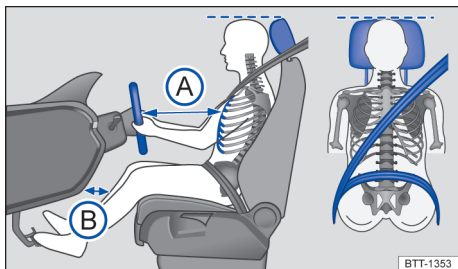

Fig. 27 Distância correta do condutor em relação ao volante, posição correta do cadarço do cinto de segurança e ajuste correto do apoio para cabeça.
- Ajustar o banco de modo que a distância entre o volante e o tórax tenha no mínimo 25 cm → Fig. 27 A e que o condutor possa segurar o volante pela borda externa com as duas mãos e os braços ligeiramente dobrados.
- Ajustar o banco do condutor na direção longitudinal de modo que os pedais possam ser acionados com as pernas ligeiramente arqueadas e a distância para o painel de instrumentos na área do joelho seja de, no mínimo, 10 cm → Fig. 27 B.
- Para os bancos com apoio para cabeça: ajustar o apoio para cabeça de modo que a sua borda superior se encontre preferencialmente na mesma linha da parte superior da cabeça → Fig. 27 – porém não abaixo da altura dos olhos. Posicionar a parte posterior da cabeça o mais perto possível do apoio para cabeça.